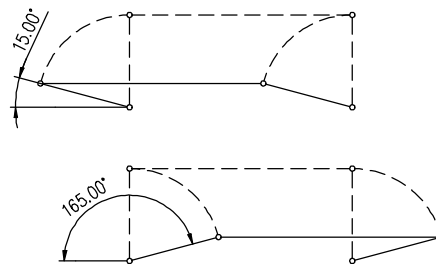

Рис. 2
### Механическое присоединение рычажное (рис. 2)
- При сборке рычажного механизма следите затем чтобы угол между рычагом и тягой не был меньше  $15^\circ$  и больше  $165^\circ$ . (Рис.2).